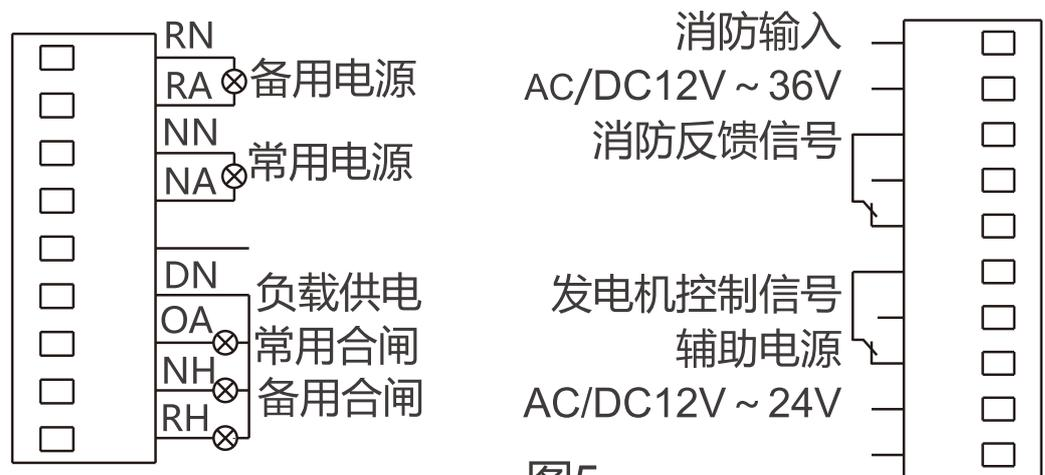

图5
6.3.2 智能型输出端子接线的示意图见图5 (注：左侧端口有源)